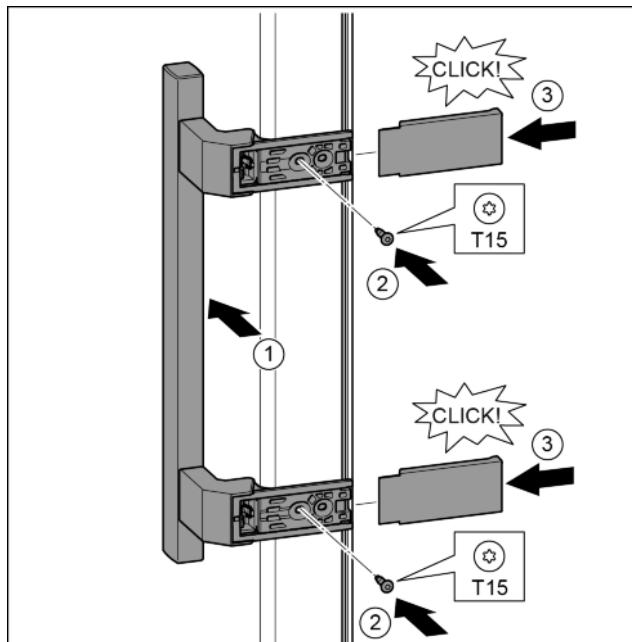

Fig. 20
- Поставете дръжката от другата страна. Fig. 20 (1)
- С отвертка T15 затегнете винтовете. Fig. 20 (2)
- Поставете отстрани капациите и ги нахлузвете. Fig. 20 (3)